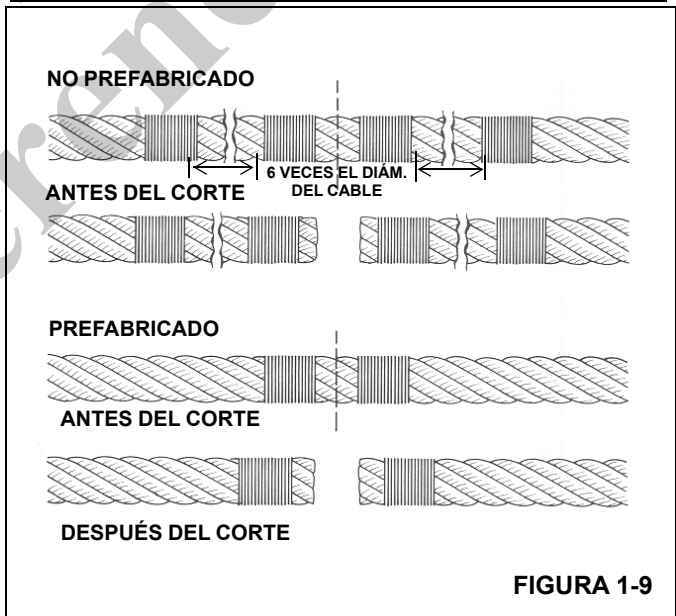

FIGURA 1-9
**NOTA:** Los cables no prefabricados deben tener dos sujeciones ubicadas en cada lado del corte (Figura 1-9).